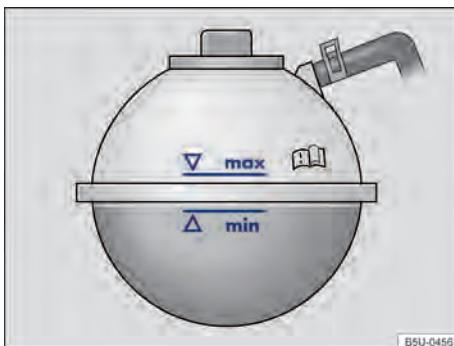

Fig. 177 No compartimento do motor: marcação no reservatório de expansão do líquido de arrefecimento do motor.
- Com o motor frio, verificar o nível do líquido de arrefecimento do motor pela marcação lateral do reservatório → Fig. 177.
- Reabastecer somente com líquido de arrefecimento do motor **novo** e de acordo com a especificação da Volkswagen (→ Página 219) → ①.
- O nível do líquido de arrefecimento do motor deve permanecer dentro da marcação do reservatório → Fig. 177. **Não completar acima da marca "max"** → ①!
- Se em caso de emergência não houver à disposição o líquido de arrefecimento do motor dentro da especificação exigida, não utilizar nenhum outro aditivo do líquido de arrefecimento do motor! Em vez disso, completar somente com **água destilada** → ①. Depois disso, a mistura com a proporção correta de aditivo do líquido de arrefecimento do motor → Página 219 deve ser reestabelecida o mais rápido possível.
- Completar com líquido de arrefecimento do motor somente até a marca "max" → Fig. 177. Caso contrário, ao aquecer-se, o líquido excedente será expulso do sistema de arrefecimento do motor e poderá causar danos.